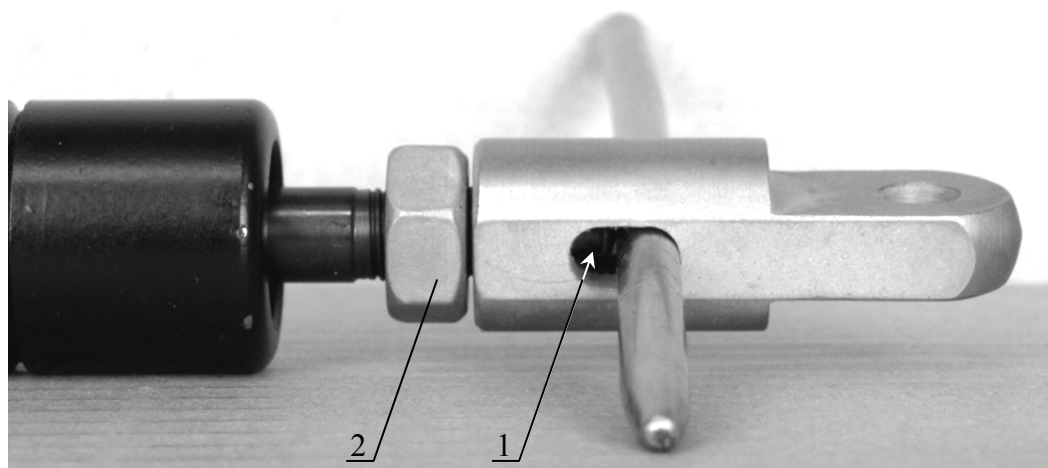

Рисунок 14. Регулировка газовых пружин.
12.3.2 Вставьте прут $\varnothing 5$ в паз пружины (Рисунок 14) и вверните головку до соприкосновения с фиксатором пружины 1, затяните гайку 2.